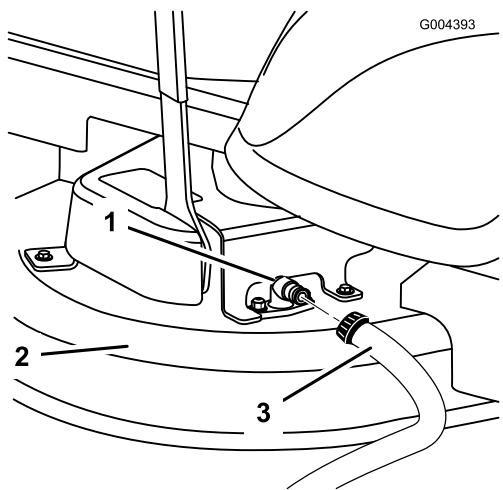

Figura 60
3. Coloque a mangueira na extremidade de limpeza do cortador e ligue a água em elevado (Figura 60).